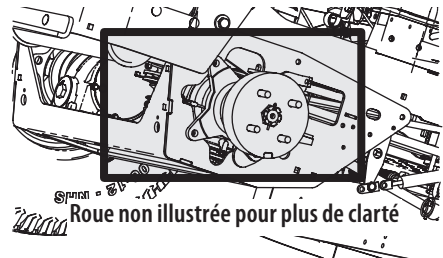
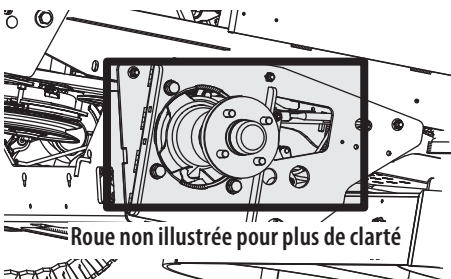

Figure 37
Figure 38
- Nettoyez autour et à proximité de la transmission, de l'essieu et de la zone du ventilateur (Figure 37 de la transmission Parker et Figure 38 de la transmission Hydro-Gear).